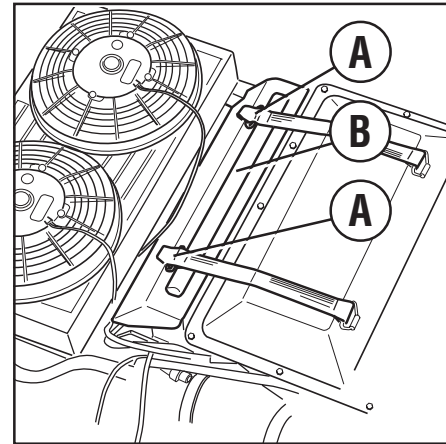

Fig. 56
- 2 - Afhægt de to trækstænger af gummi (A Fig. 56) og fjern filterets beskyttelsesdæksel (B Fig. 56).